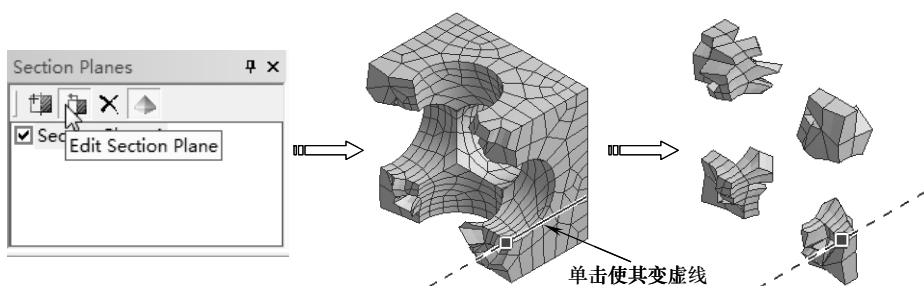

图 3-110 显示剖切处单元
3) 在【Section Planes】窗口中单击【Edit Section Plane】按钮, 图形区显示一条半虚半实线, 单击实线侧将其变成虚线, 此时图形区只显示剖切处的单元, 如图 3-110 所示。